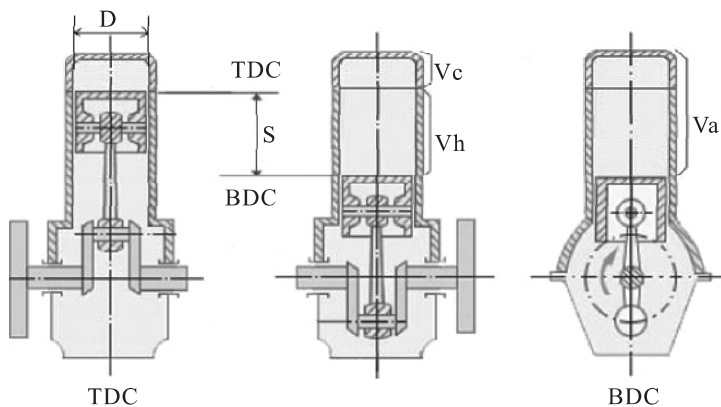

图 1-10 发动机常用术语示意图
(1) 上止点: 活塞顶部在汽缸内的最高位置, 即_____距离曲轴回转中心最远处。
(2) 下止点: _____顶部在汽缸内的最低位置, 即活塞距离曲轴回转中心最近处。
(3) 活塞行程 S : 指汽缸上、下两止点间的距离, 单位为 mm 。
(4) 曲柄半径 R : 曲轴连杆轴颈中心至曲轴主轴颈中心的距离。由图 1-10 可知, 活塞移动一个行程, 曲轴转过半圈 (180°), 即 $S=2R$ 。
(5) 汽缸工作容积 V_h : 活塞从一个止点运动到另一个止点所扫过的容积。
(6) 发动机排量亦称发动机工作容积 V_L : 多缸发动机各汽缸工作容积的总和。一
发动机常用术语示意图见图 1-10。